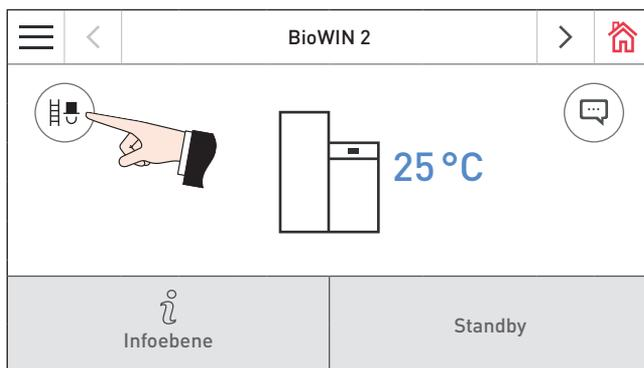

Fig. 17 Homescreen BioWIN 2
► Kaminkehrer-Taste (H) am Homescreen des Kessels (Fig. 17) drücken.